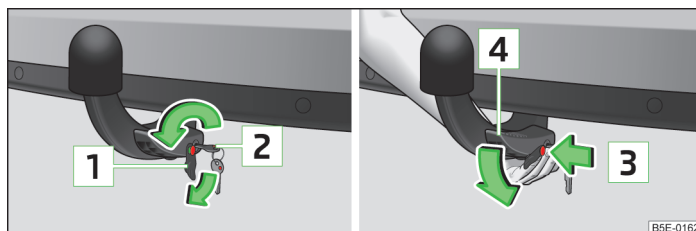

Fig. 103 Deblocați maneta de operare a tijei cuplei / slăbiți tija cuplei
- > Scoateți capacul **1** » fig. 103 de pe încuietoarea tijei cuplei în sensul săgeții.